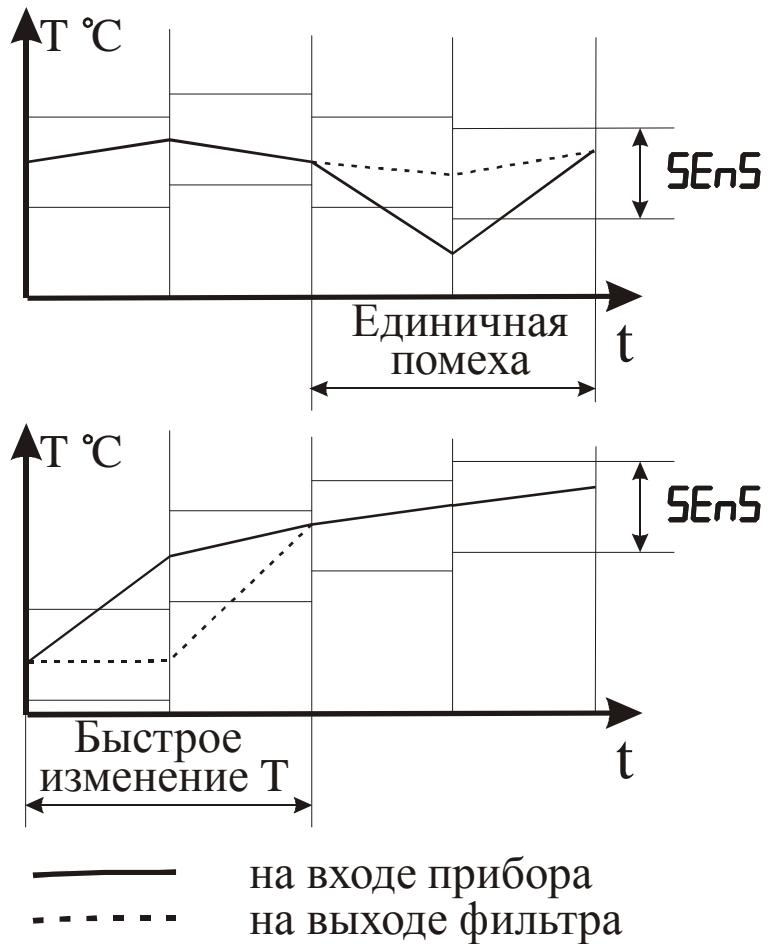

Рисунок 3.8 – Работа фильтра при воздействии случайной помехи и быстрым изменении сигнала
3.3.2.8 С целью уменьшения влияния случайных импульсных помех на показания в прибор введена цифровая фильтрация. Работа фильтра описывается параметром “Полоса фильтра”. Если текущее значение температуры отличается от результатов предыдущего измерения на значение, которое превышает указанное в параметре “Полоса фильтра”, то проводится повторное измерение температуры, а на светодиодном индикаторе остается старое значение (см. рисунок 3.8).